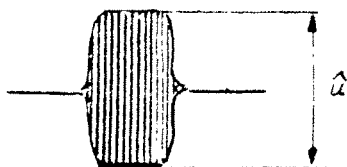

Bild 13
- 3.2.10.2 Mät fasningspulsens amplitud, som ska vara mellan 0,4 och 1,0 V_{t-t}. Se bild 13.